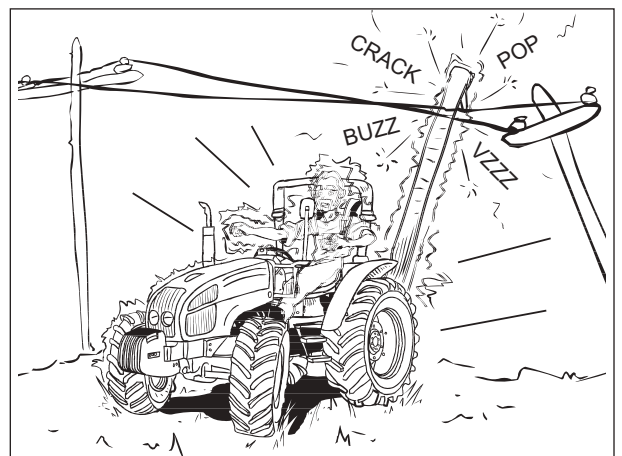

Fig. 15
**ATENCIÓN:** *El contacto con líneas de alta tensión puede causar la muerte. En caso de contacto con conductores de tensión NO descender del tractor, maniobrar en vez el tractor y/o el cargador en modo tal de eliminar el contacto y trasladarse hacia una distancia de seguridad (Fig. 15).*